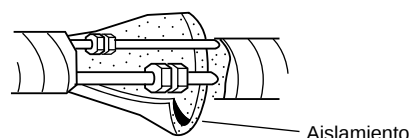

Fig. 3-30
- (1) Pase los tubos y la manguera de drenaje a la parte posterior de la unidad interior. Pase una longitud suficiente para que se puedan realizar las conexiones (Fig. 3-30). A continuación, doble el tubo con una curvadora de tubos y conéctelos.